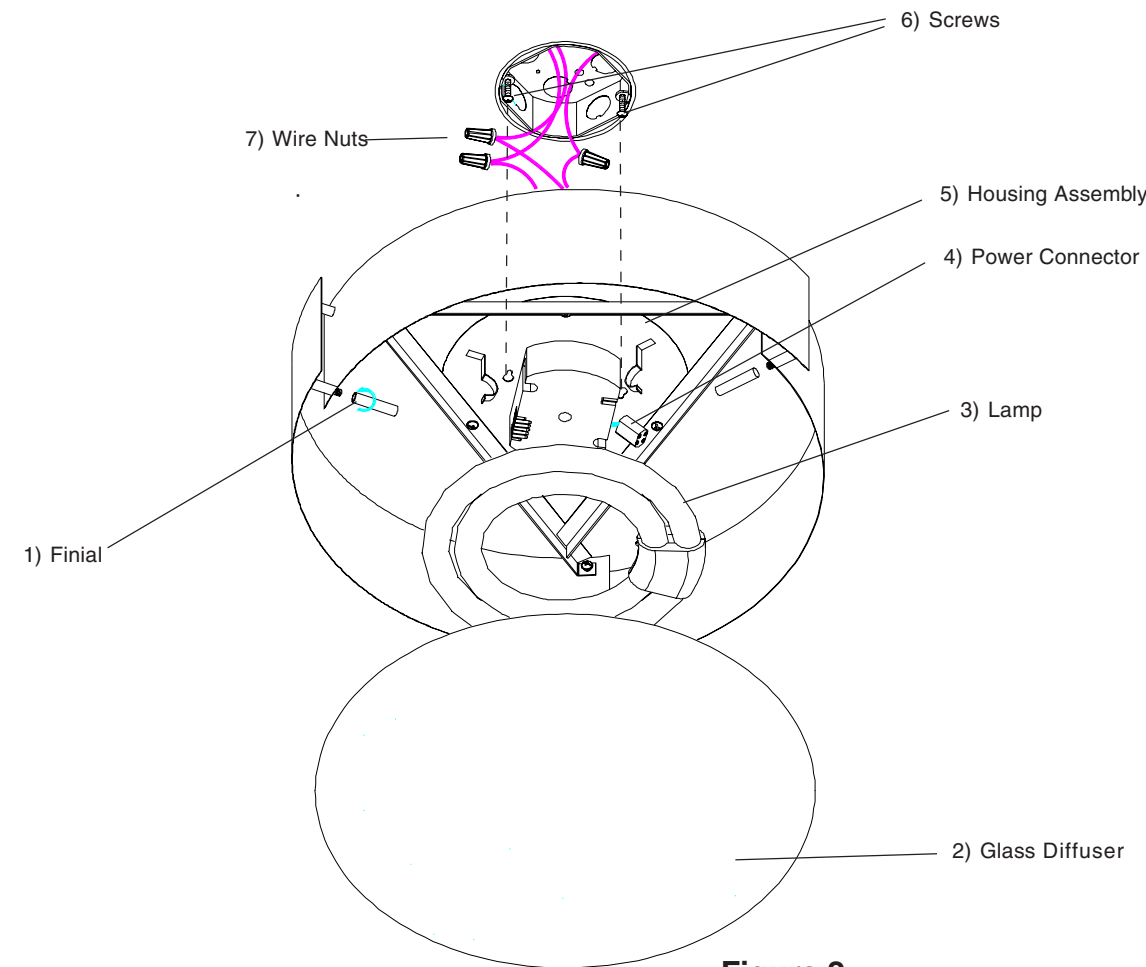
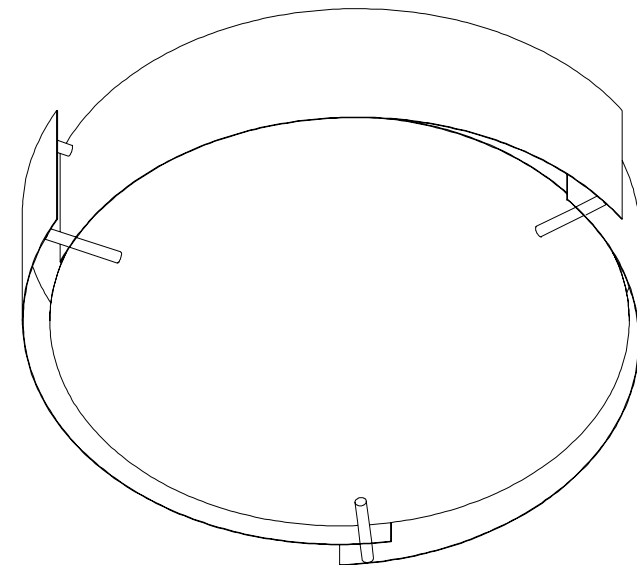

Figure 2
Figure 3
**1. Retirer les composants de l'appareil et tout emballage de pièces.** S'assurer que toutes les pièces sont incluses. **Voir les fig. 2.**
**2. Visser les deux vis de 1,5 po (6)** environ ¼ po dans les trous de la boîte de jonction. **Voir la fig. 2.**
**3. L'alimentation coupée, soutenir fermement l'ensemble boîtier (5) et connecter le fil de terre vert** de l'appareil au fil de terre nu en cuivre de la boîte de jonction à l'aide d'un capuchon de connexion (7). *(Si le câblage d'alimentation ne comprend pas un fil de mise à la terre, consulter votre code d'électricité local et vérifier les méthodes conformes de mise à la terre).* **Voir la fig. 2.**
**4. Employer les capuchons de connexion (7)** pour connecter le fil noir de l'appareil au fil noir d'alimentation et le fil blanc au fil blanc d'alimentation. **Voir la fig. 2.**
**5. Placer les encoches en trou de serrure de l'ensemble boîtier (5) sur la tête des vis** de la boîte de jonction. Tourner l'ensemble boîtier dans le sens de rotation horaire et serrer les vis pour le fixer au plafond.
**6. Pour installer la lampe 55W 2C (3),** poser le connecteur (4) dans la douille de connexion de la lampe. Placer la lampe sur deux des trois agrafes, pousser délicatement la lampe sur la troisième agrafe tout en la tirant légèrement vers l'arrière. **Voir la fig. 2.**
**7. Pour installer le diffuseur en verre (2),** enlever un faîteau (1) de l'intérieur de l'ensemble boîtier. Soulever le diffuseur en verre (2) jusqu'à l'ensemble boîtier et appuyer le verre sur les deux faîteaux restants. Remettre le faîteau afin de soutenir le diffuseur en verre. Centrer le diffuseur en verre de manière à ce qu'il s'appuie sur les faîteaux. **Voir les fig. 2 et 3.**
**1. Remove fixture components and parts pack(s).** Check that all parts are included. **See Fig. 2.**
**2. Install two 1.5" Screws (6)** about 1/4" into holes in junction box. **See Fig. 2.**
**3. With the power turned off, hold the fixture Housing Assembly (5) firmly and connect the green ground wire from the fixture to the bare copper ground wire from the junction box using a Wire Nut (7).** (If house wiring does not include a ground wire, consult your local electrical code for approved grounding methods). **See Fig. 2.**
**4. Use Wire Nuts (7)** to connect black fixture wire to the black power supply wire and white fixture wire to the white power supply wire. **See Fig. 2.**
**5. Align keyholes in fixture Housing Assembly (5) over the screw heads** in junction box. Rotate clockwise and tighten screws to secure Housing Assembly against ceiling. **See Fig. 2.**
**6. To install 55W 2C Lamp (3),** plug Power Connector (4) into the lamp power receptacle. Position Lamp over two lamp clips and gently push Lamp over the third clip while pulling the clip slightly back. **See Fig. 2.**
**7. To install Glass Diffuser (2),** remove one Finial (1) from inside of Housing Assembly. Lift Glass Diffuser (2) up into Housing Assembly and rest glass on remaining two Finials. Re-install Finial to support Glass Diffuser. Center Glass Diffuser to rest on Finials. **See Fig. 2 & Fig. 3.**
**1. Remueva los componentes del luminario y el(los) paquete(s) de piezas.** Asegure que todas las piezas estén incluidas. **Vea Fig. 2.**
**2. Instale dos Tornillos 1.5" (6)** alrededor de ¼" en los agujeros de la caja de ensambladura. **Vea Fig. 2.**
**3) Con la electricidad apagada, sostenga la cacerola del luminario (4) firmemente y conecte el alambre verde de conexión a tierra** del luminario al alambre desnudo de cobre de la caja de ensambladura usando un capuchón de alambres. (Si el alambrado de la casa no incluye un alambre de hacer tierra, consulte su código eléctrico local para métodos aprobados de hacer tierra. **Vea Fig. 2.**
**4. Use Capuchones de Alambres (7)** para conectar el alambre negro del luminario al alambre negro de suministro eléctrico y el alambre blanco del luminario al alambre blanco de suministro eléctrico. **Vea Fig. 2.**
**5. Coloque los "keyholes" del Montaje de la Carcasa del luminaria (5) sobre las cabezas de los tornillos** en la caja de ensambladura. Gire hacia su derecha y apriete los tornillos para asegurar el Ensamblaje de la Carcasa contra el techo. **Vea Fig. 2.**
**6. Para Instalar la Lámpara 55W 2C (3),** enchufe el Conector de Suministro de Electricidad (4) al receptáculo de la lámpara. Posicione la Lámpara sobre dos grapas de lámparas y empuje suavemente la Lámpara sobre la tercera grapa al mismo tiempo jalando la grapa levemente hacia atrás. **Vea Fig. 2.**
**7. Para instalar el Difusor de Cristal (2),** quite un Finial (1) de adentro del Ensamblaje de la Carcasa. Levante el Difusor de Cristal (2) hacia arriba adentro del Ensamblaje de la Carcasa dejar descansar el cristal en los Finales restantes. Vuelva a instalar el Finial para sostener el Difusor de Cristal. Centre el Difusor de Cristal para descansar en los Finales. **Vea Fig. 2 & Fig. 3.**